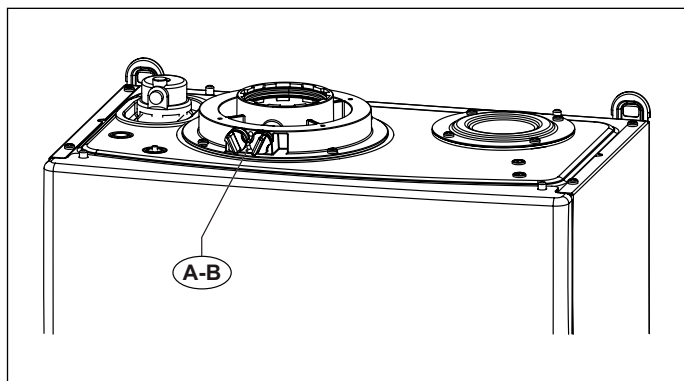
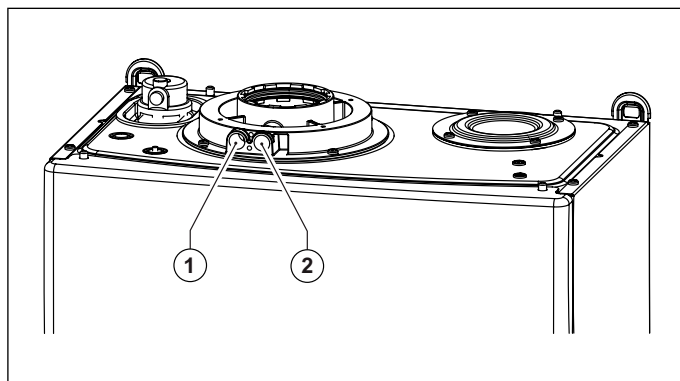

Fig. 21 Posizione tappi
Fig. 22 Posizione fori
La caldaia è provvista di una torretta per il collegamento della tubazioni di aspirazioni aria/scarico fumi (vedi Fig. 21 Posizione tappi e Fig. 22 Posizione fori).
Nella torretta sono stati predisposti dei fori per l'accesso diretto all'aria comburente ed allo scarico dei fumi (vedi Fig. 22 Posizione fori).
Prima di effettuare le misurazioni togliere i tappi **A** e **B** dai fori predisposti sulla torretta (vedi Fig. 21 Posizione tappi).
- misura dell'aria comburente prelevata nell'apposito foro **1** (vedi Fig. 22 Posizione fori).
- misura della temperatura fumi e della CO₂ prelevata nell' apposito foro **2** (vedi Fig. 22 Posizione fori).